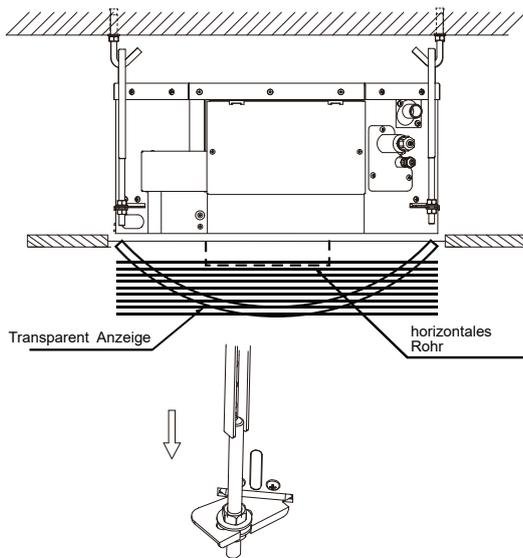

Abbildung 3.9
- Verwenden Sie verstellbare Montagehaken, um sicherzustellen, dass das Gehäuse des Geräts waagrecht steht, da sonst Wasser austreten kann. Kalibrieren Sie die Wasserwaage des Geräts mit einer Wasserwaage oder einem mit Wasser gefüllten Polyethylenrohr. Siehe Abb. 3.9